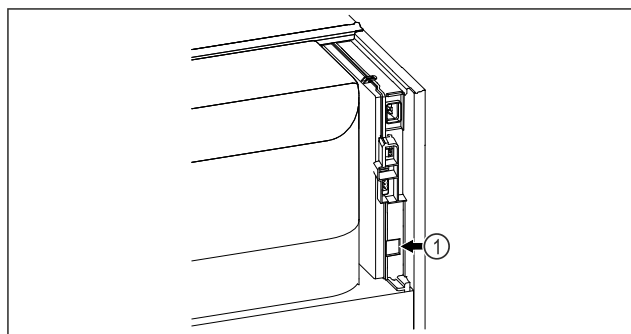

Fig. 175
- Le SmartModule Fig. 175 (1) est installé.